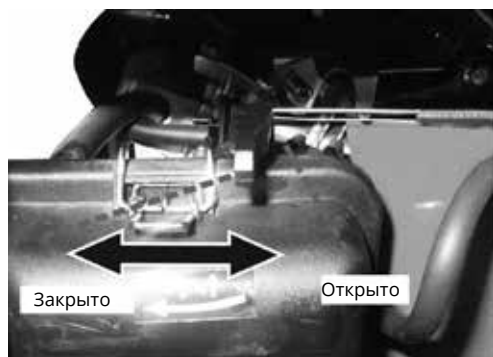

Рис. 3.2
2. Передвиньте рычаг воздушной заслонки в положение «ЗАКРЫТО». Если двигатель теплый или температура воздуха высокая, оставьте рычаг в положении «ОТКРЫТО» (рис. 3.2).
5. Передвиньте рычаг воздушной заслонки в позицию «ОТКРЫТО», когда двигатель прогреется (рис. 3.2).